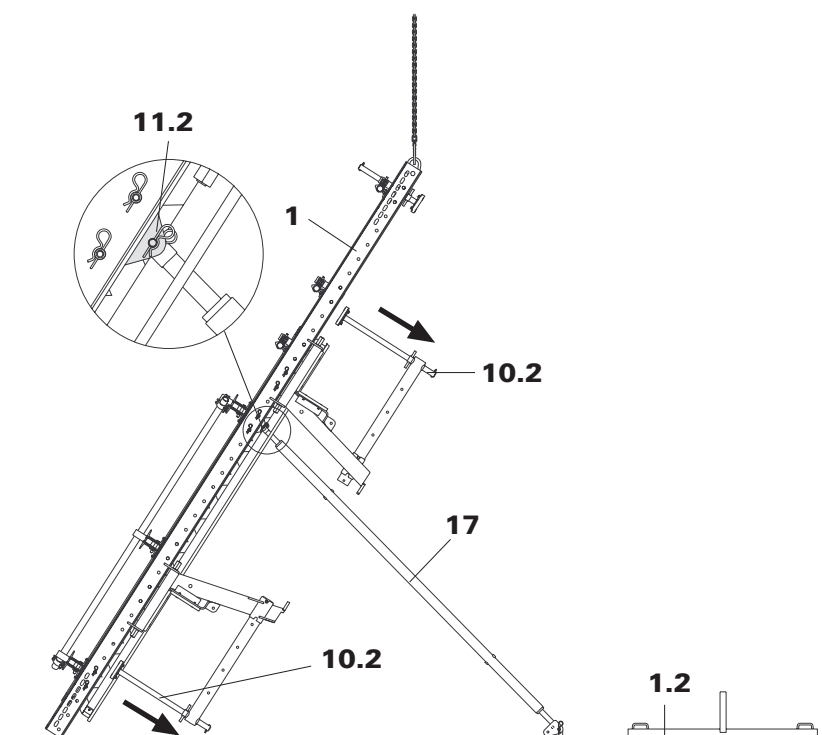

Fig. 5
6. Redresser l'outil verticalement Fig.5